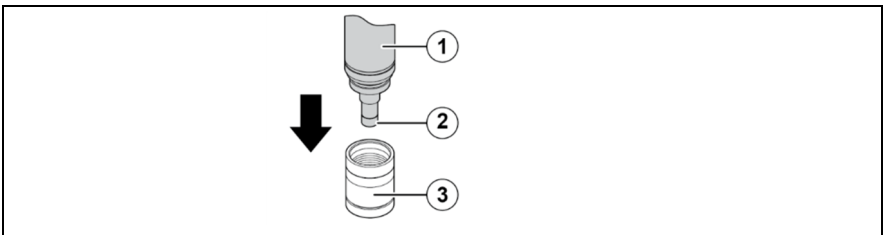

Abb. 7: Sensorkörper auf die Membrankappe setzen
- ▶ Beim Aufschrauben der Membrankappe sicherstellen, dass das Ventil nicht zugeedrückt wird (siehe Abb.7, Seite 18).